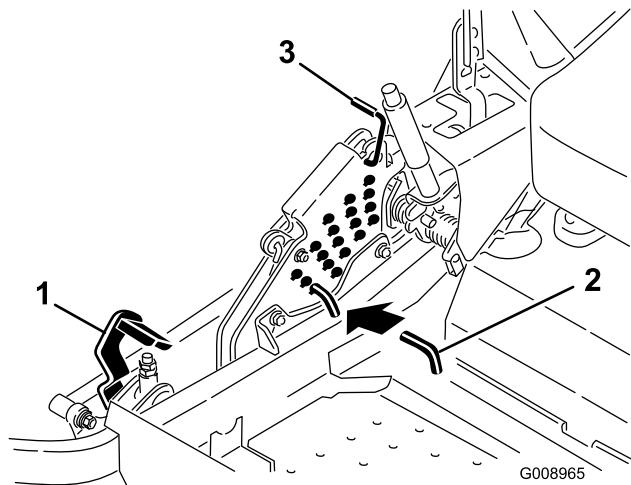

Bild 84
5. Drücken Sie das Mähwerkhubpedal ganz nach vorne; das Mähwerk rastet in der 14-cm-Transportstellung ein (Bild 84).